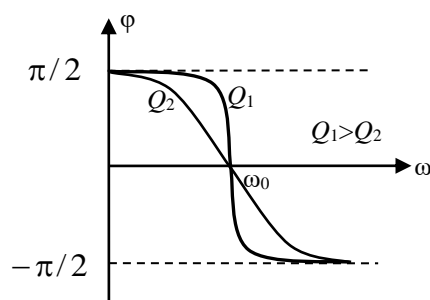

Рис. 9
На рис. 9 приведена фазо-частотная характеристика параллельного контура. Она строится согласно уравнению $\operatorname{tg} \varphi = B/G$ (см. соотношение (11)). При $\omega < \omega_0$ сопротивление контура имеет индуктивный характер, при $\omega > \omega_0$ - емкостной.